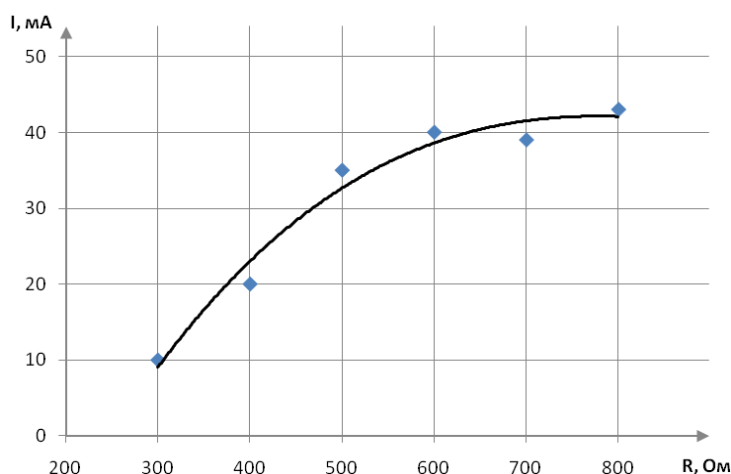

Рисунок 2 – Зависимость выходного тока аппарата от изменения сопротивления нагрузки
7. В случае если аргумент исследуемой функции – величина непрерывная (может быть установлено любое значение в диапазоне измерения) для графического изображения целесообразно выбрать точечную диаграмму с маркерами (рис. 2).